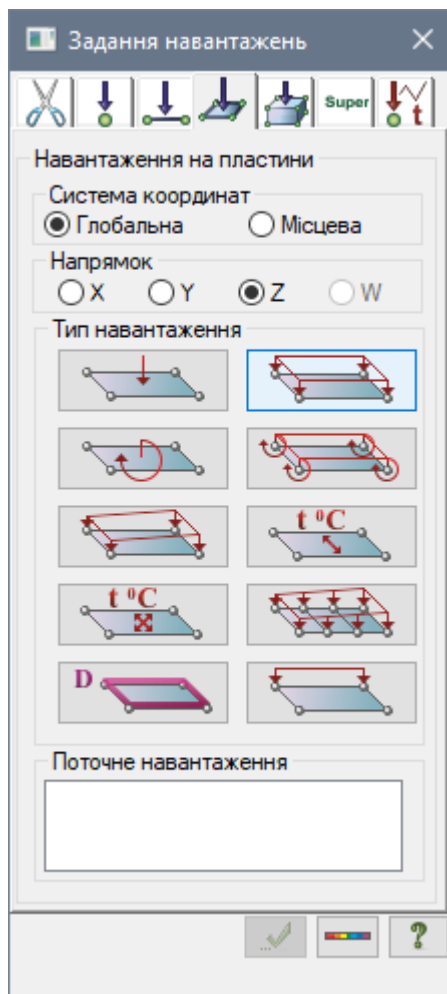

Рис. 22.16. Діалогове вікно **Завдання навантажень**
- Викличте діалогове вікно **Завдання навантажень** на закладці **Навантаження на пластини** (рис. 22.16) вибравши команду  – **Навантаження на пластини** у розкритому списку **Навантаження на вузли та елементи** (панель **Навантаження** на вкладці **Створення та редагування**).